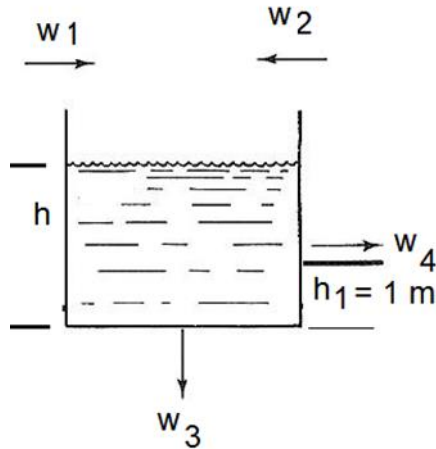

Figura P4
4. Un tanque cilíndrico, figura P4, de altura 2,5 m y diámetro de la base de 2 m, recibe dos caudales w_1 y w_2 y tiene un caudal de salida w_3 , todos en kg/minuto y de densidad 800 kg/m^3 . El punto de operación es: